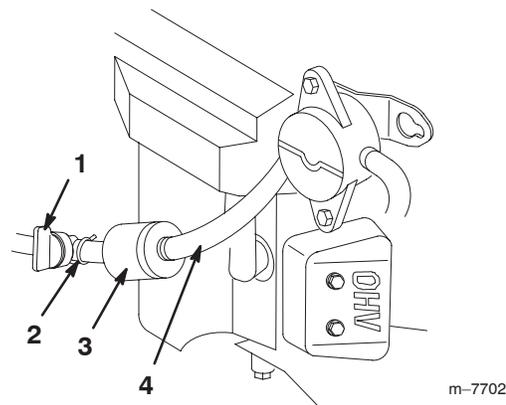

Figure 36
5. Fermez le robinet d'arrivée de carburant (Fig. 36).
6. Pincez les extrémités des colliers et faites glisser ceux-ci pour les éloigner du filtre (Fig. 36).
8. Posez un filtre neuf et rapprochez les colliers de fixation du filtre (Fig. 36).
3. Fermez le robinet d'arrivée de carburant (Fig. 36).
4. Desserrez le collier de serrage au niveau du filtre à carburant et repoussez-le le long de la conduite d'alimentation pour l'éloigner du filtre (Fig. 36).
5. Débranchez les conduites d'alimentation du filtre à carburant (Fig. 36).
**Remarque :** Laissez l'essence s'écouler dans un bidon ou un bac de vidange (Fig. 36).
7. Raccordez la conduite d'alimentation au filtre. Rapprochez le collier de serrage du filtre pour fixer la conduite d'alimentation (Fig. 36).